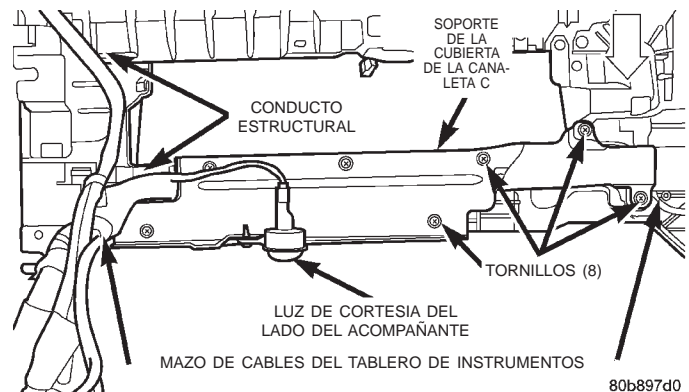

Fig. 46 Desmontaje e instalación del soporte de la cubierta de la canaleta C del tablero de instrumentos
(1) Desconecte y aisle el cable negativo de la batería.
(2) Retire el tablero de instrumentos del vehículo. Para informarse sobre los procedimientos, consulte **Conjunto de tablero de instrumentos** en la sección Desmontaje e instalación de este grupo.
(3) Coloque la parte superior de tablero de instrumentos hacia abajo sobre una superficie de trabajo adecuada. Asegúrese de tomar las precauciones apropiadas para proteger la parte superior del tablero de instrumentos de cualquier daño posible.
(4) Desenganche en el orificio de instalación el retén de cable coaxial de la antena de la radio de la lengüeta de instalación del mazo de cables del tablero de instrumentos, en el extremo exterior del soporte de la cubierta de la canaleta C del tablero de instrumentos, del lado del acompañante.
(5) Retire el tornillo que fija la lengüeta de instalación del mazo de cables del tablero de instrumentos en el extremo exterior del soporte de la cubierta de la canaleta C del tablero de instrumentos, del lado del acompañante (Fig. 46).